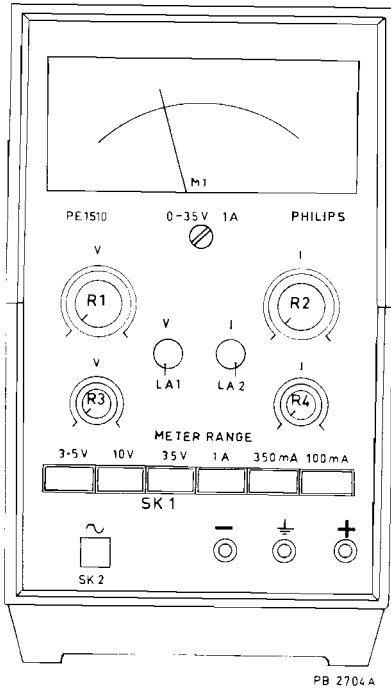

Fig. 1
a. Fonctionnement comme alimentation stabilisée de tension continue (figure 1, 3)
b. Fonctionnement comme alimentation stabilisée de courant continu (figs. 1, 3)
III. MANIPULATIONS (voir fig. 1)